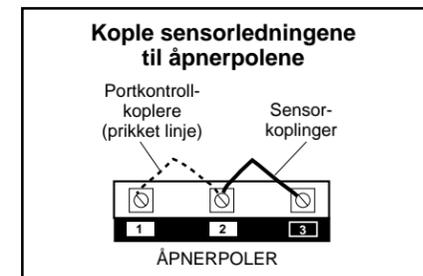

FIGUR 6
- Fest sensorene med monteringsdelene som er vist i figur 6. Fest vingemutteren for hånd på mottakerøyet for å gi rom for endelig justering. Vingemutteren på senderøyet festes forsvarlig.
- Strekk ledningene fra begge sensorene til åpneren som vist i figur 6. Bruk de isolerte stiftene til å feste ledningen til veggen og taket.